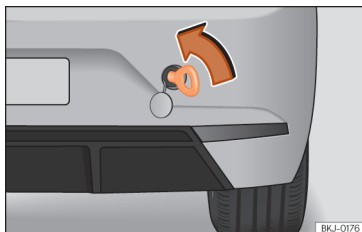

Abb. 50 Stoßfänger hinten rechts: eingeschraubte Abschleppöse.
- Drehen Sie die Abschleppöse **entgegen dem Uhrzeigersinn** in die Aufnahme bis zum Anschlag »» **Abb. 50** »» **!**. Verwenden Sie ein geeignetes Hilfsmittel, um die Abschleppöse festzuziehen.